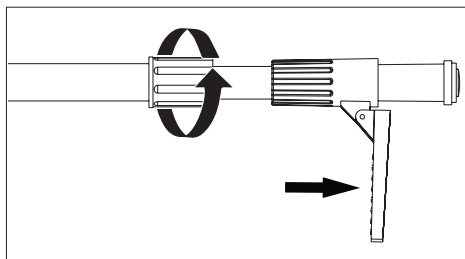

Figure 2 / Figure 2 / Figura 2
2. Rotate upper section of the Spring Loaded Pole to extend for height adjustment. (Figure 2)
3. Push down on foot pedal to retract spring before putting pole in place for Floor to Ceiling Applications. (Figure 2)
2. Faites pivoter la partie supérieure du montant à ressort pour le déployer afin de régler la hauteur. (Figure 2)
3. Appuyez sur la pédale pour rétracter le ressort avant de mettre le montant en place en cas d'usage du sol au plafond. (Figure 2)